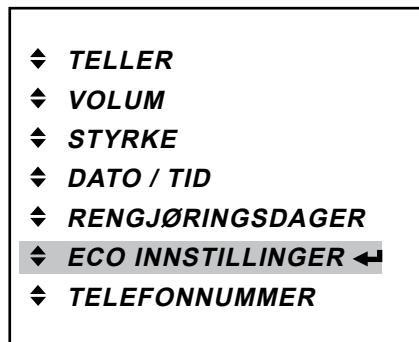

Fig. 43
- Trykk enterknappen ← for å gå til «ECO INNSTILLINGER»-menyen (fig. 43).